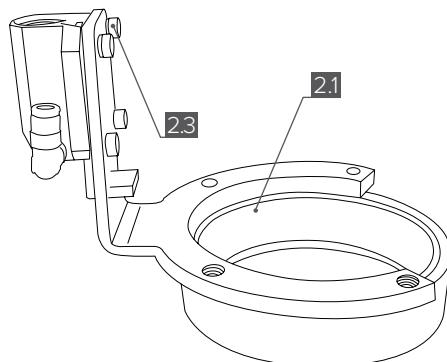

Рис. 4
Вкрутите в резьбовое отверстие в актуаторе **[2.2]** угловой фитинг **[4]** (**Рис. 4**).
- Прикрепите актуатор к кронштейну корпуса подшипника [2.1], при этом болты крепления актуатора M4x10 [2.3] не закручивайте до конца, а наживите (Рис. 4).